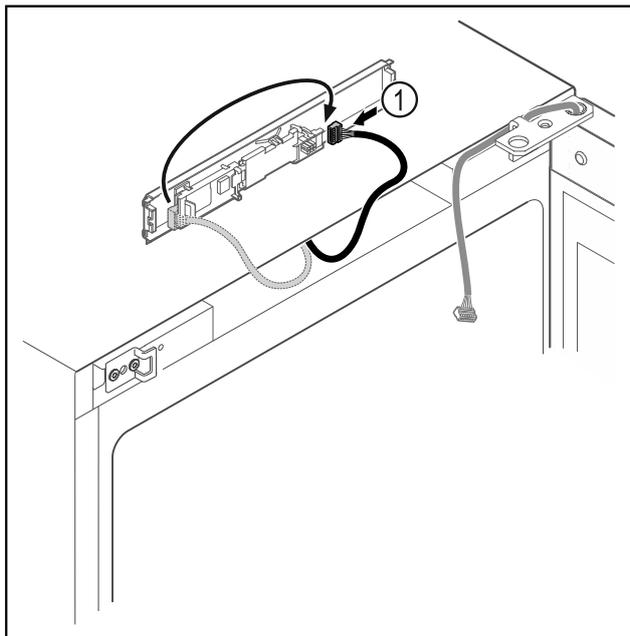

Fig. 19
- Zmeňte zapojenie zástrčky Fig. 19 (1) na doske plošných spojov.